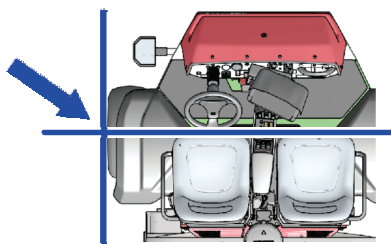

Figure 40
- Placez la partie centrale extérieure de la roue avant gauche sur le point de départ de la limite du nouveau champ (Figure 40).